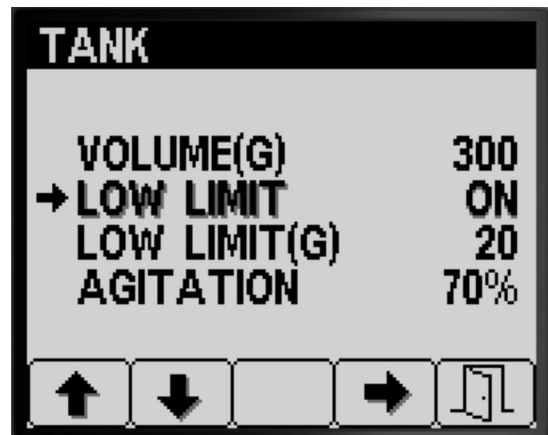

図 13
1. ボタン 1 と 2 で残量リミットオプション間の移動 図 13。
2. ボタン 4 でタンク残量警告の ON と OFF を設定 図 13。